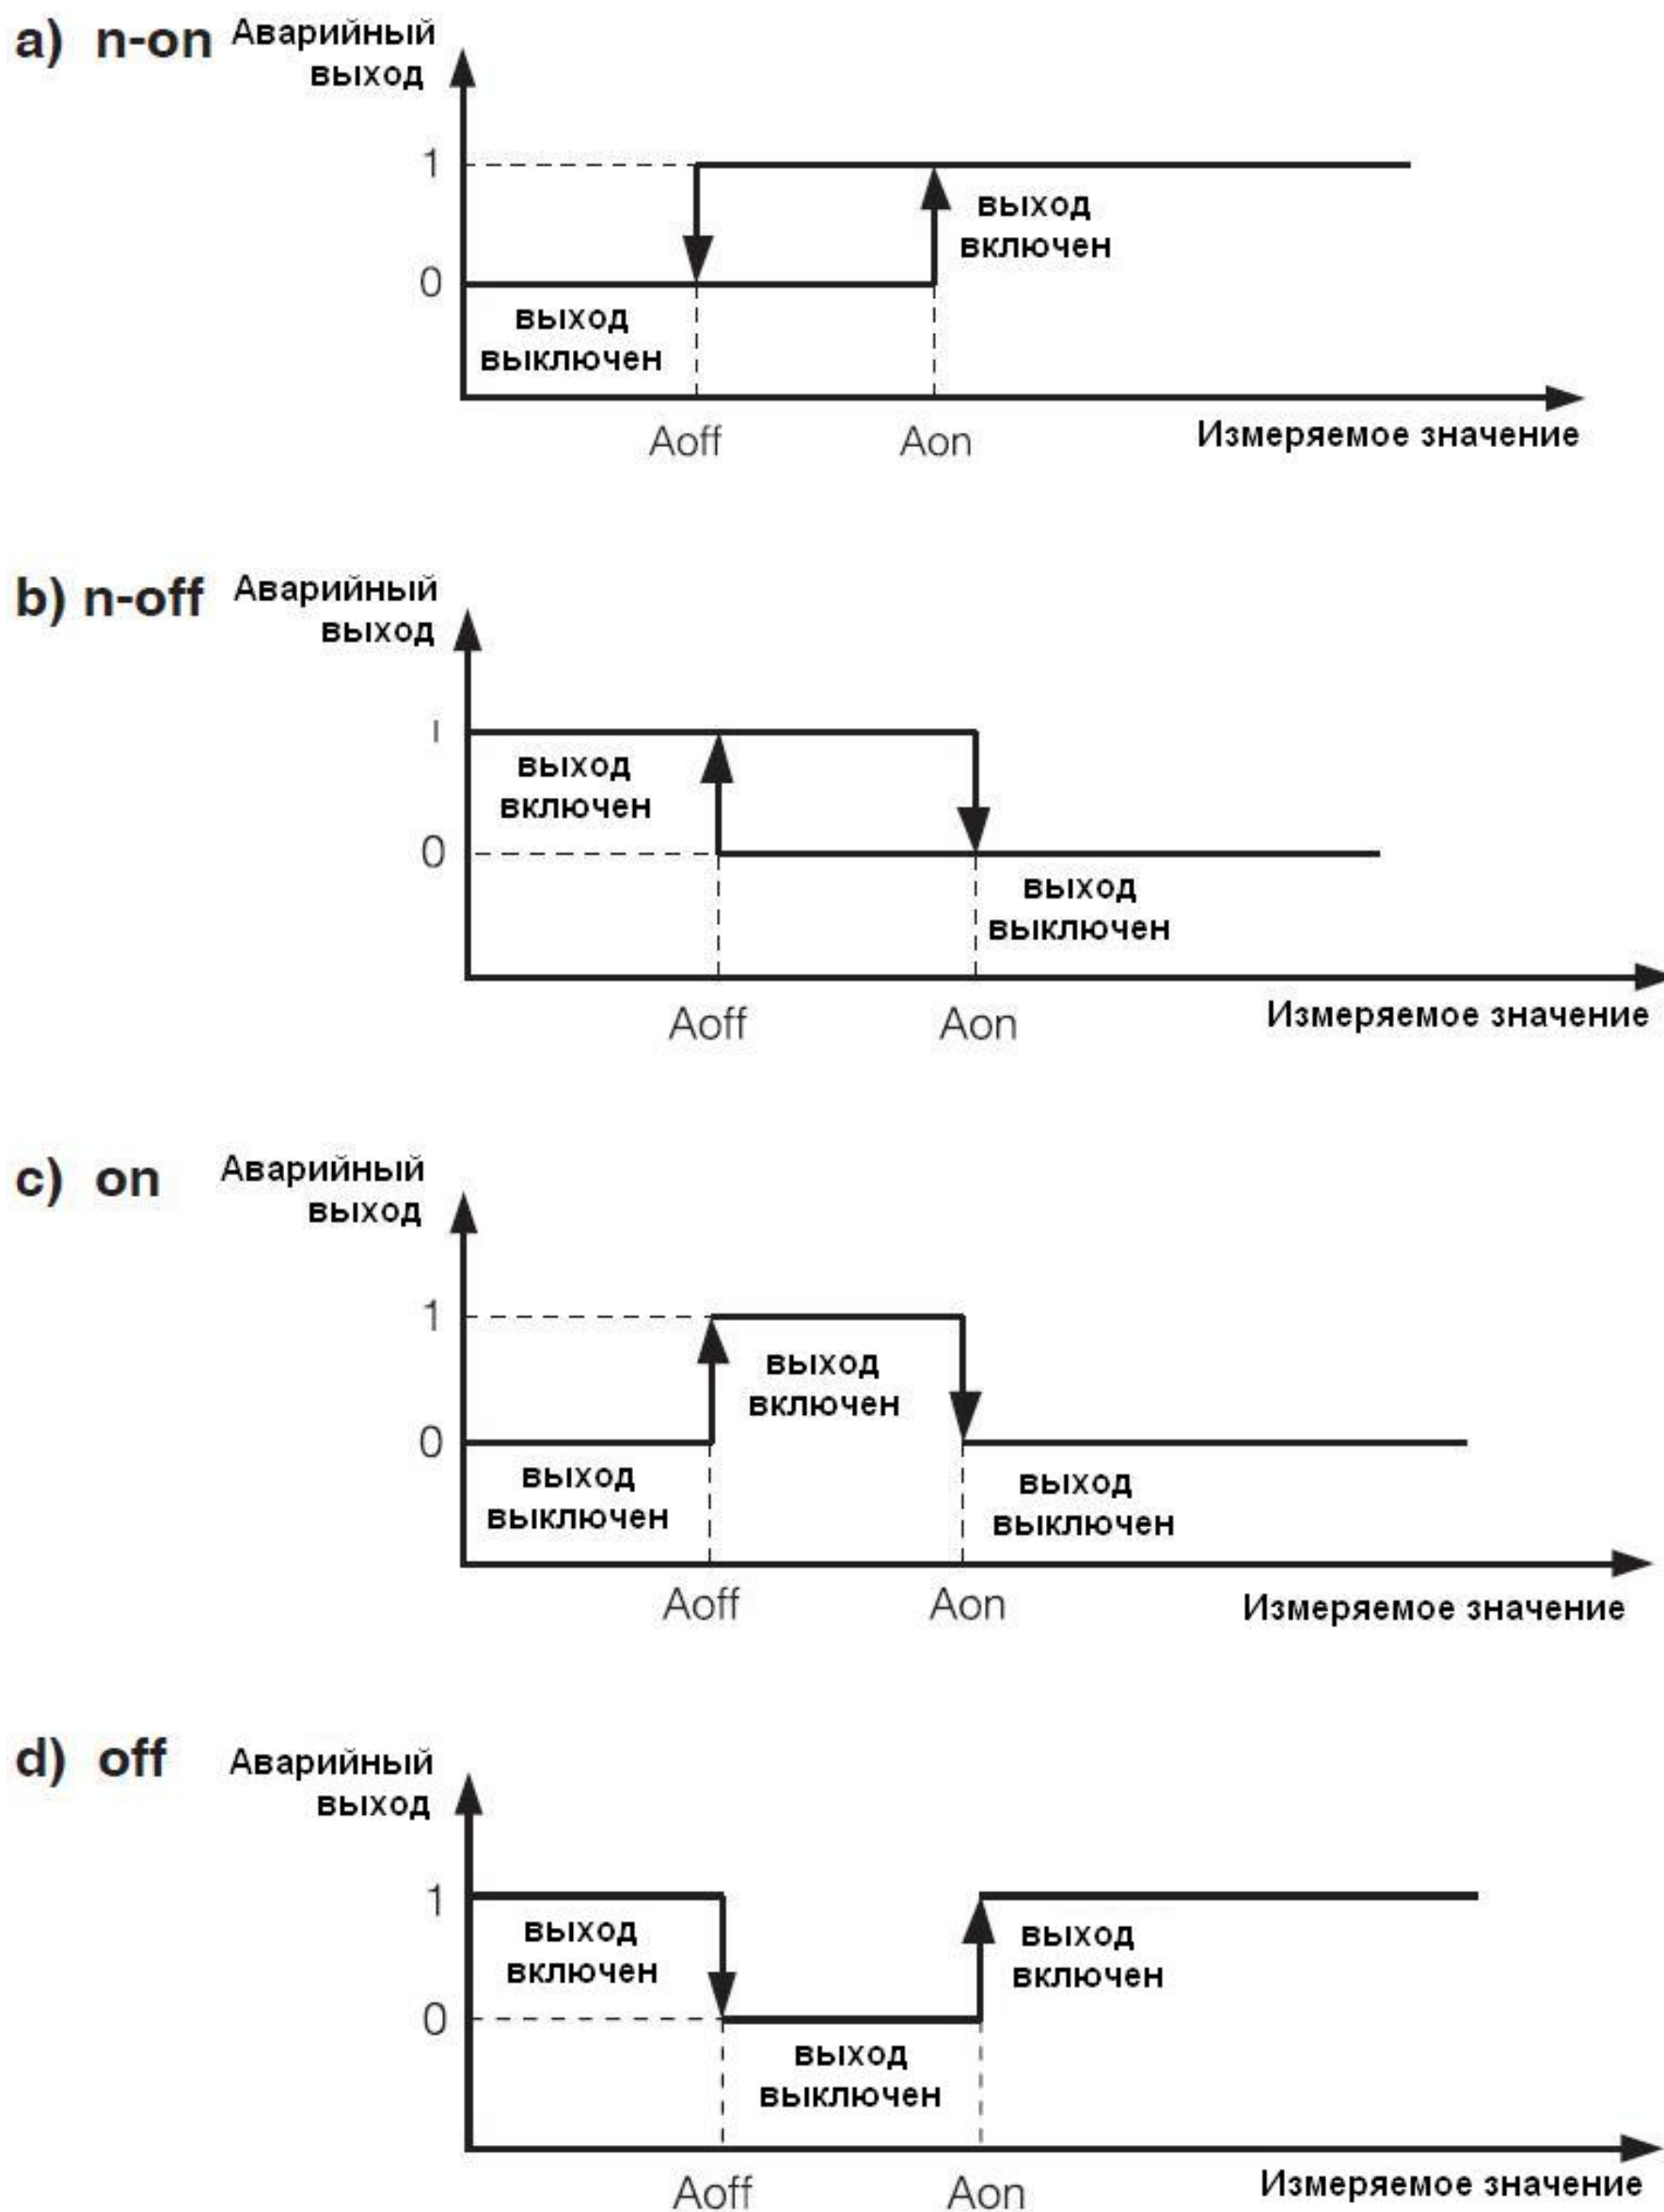

Рис.14. Типы аварий: а) n-on, б) n-off, в) on, г) off
b) тип срабатывания аварийного выхода – выбор одного из шести режимов: n-on, n-off, on, off, h-on, h-off; рабочие режимы представлены на рис.14.